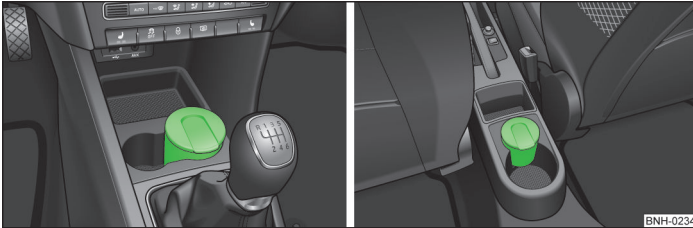

Abb. 49 Aschenbecher: vorn / hinten
- Den Aschenbecher » Abb. 49 nach oben herausnehmen.